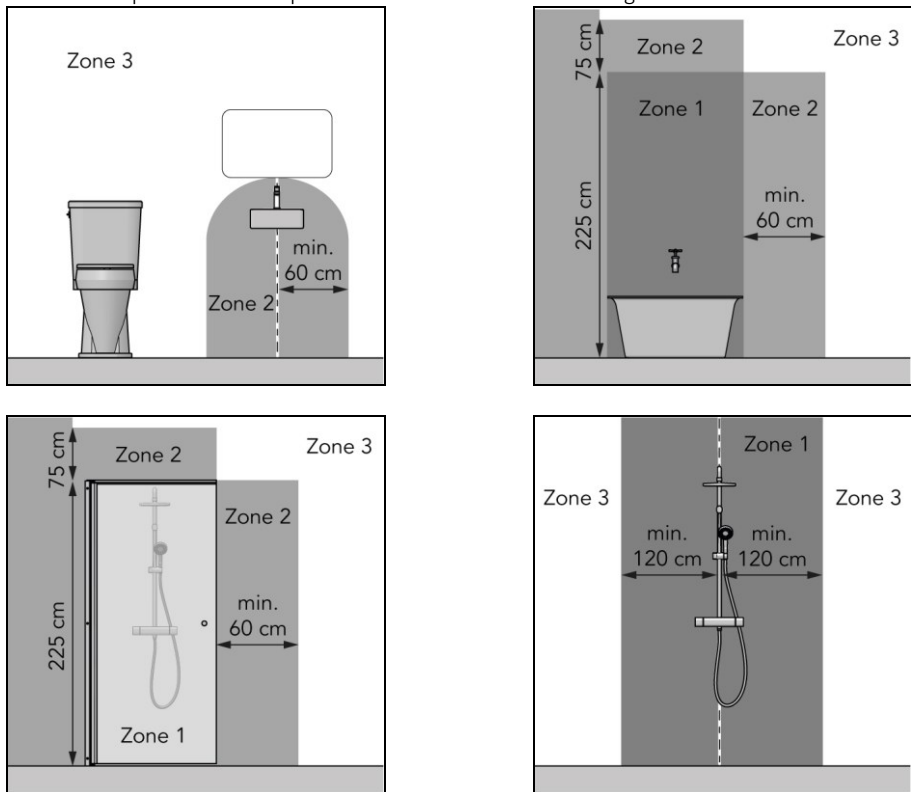
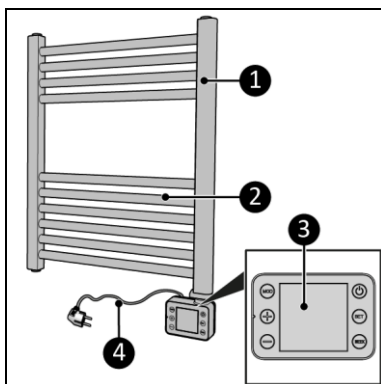

Figure 1
Figure 4
- dans la zone 3 d'un cabinet de toilette ou d'une salle de bain avec baignoire, douche avec écran et douche sans écran (figure 1) ;
Le Radiateur de salle de bain Sani (figure 4) est un chauffage électrique de salle de bains facile à utiliser, à utiliser uniquement dans la zone 3 de la salle de bains (figure 1). L'appareil peut être programmé sur un jour et une semaine. L'appareil peut être utilisé avec l'application Eurom Smart App.